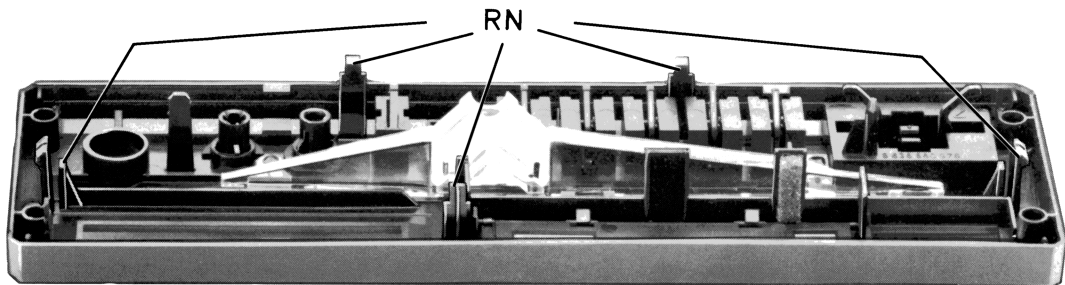

Fig. 1
- 1.2 Rastnasen RN entriegeln und Blende abnehmen (Fig. 1).
- 1.2 Déverrouiller les talons d'arrêt RN et ôter la façade (fig. 1).
- 1.2 Unlock the RN catches and remove the trimplate (fig. 1).
- 1.2 Descerrar los salientes de enclavamiento RN y quitar el frontis (fig. 1).